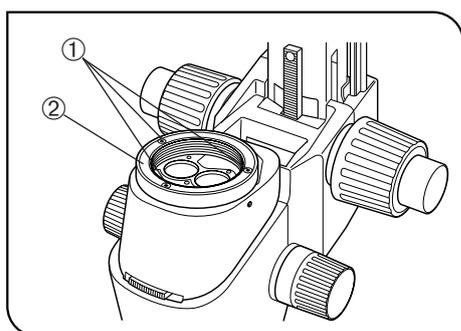

Fig. 27
(fig. 27 a 29)
3. Retire a objectiva do corpo do microscópio de zoom e, depois, com a chave Allen fornecida (para parafusos M3), retire o suporte da objectiva ② desapertando os três parafusos de aperto ①. (Fig. 27)